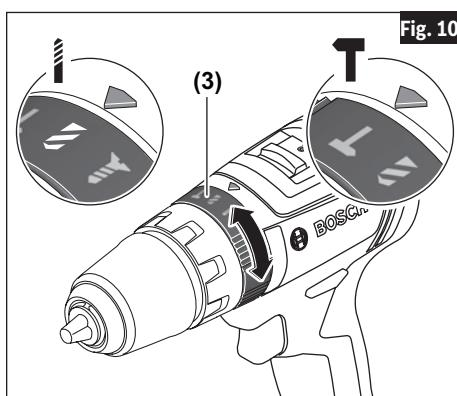

Fig. 10
L'anneau de sélection (3) permet de régler l'outil pour diverses applications de perçage, avec ou sans percussion. Faites tourner le cadran de sélection vers la droite ou vers la gauche en fonction des applications décrites ci-dessous (Fig. 10).